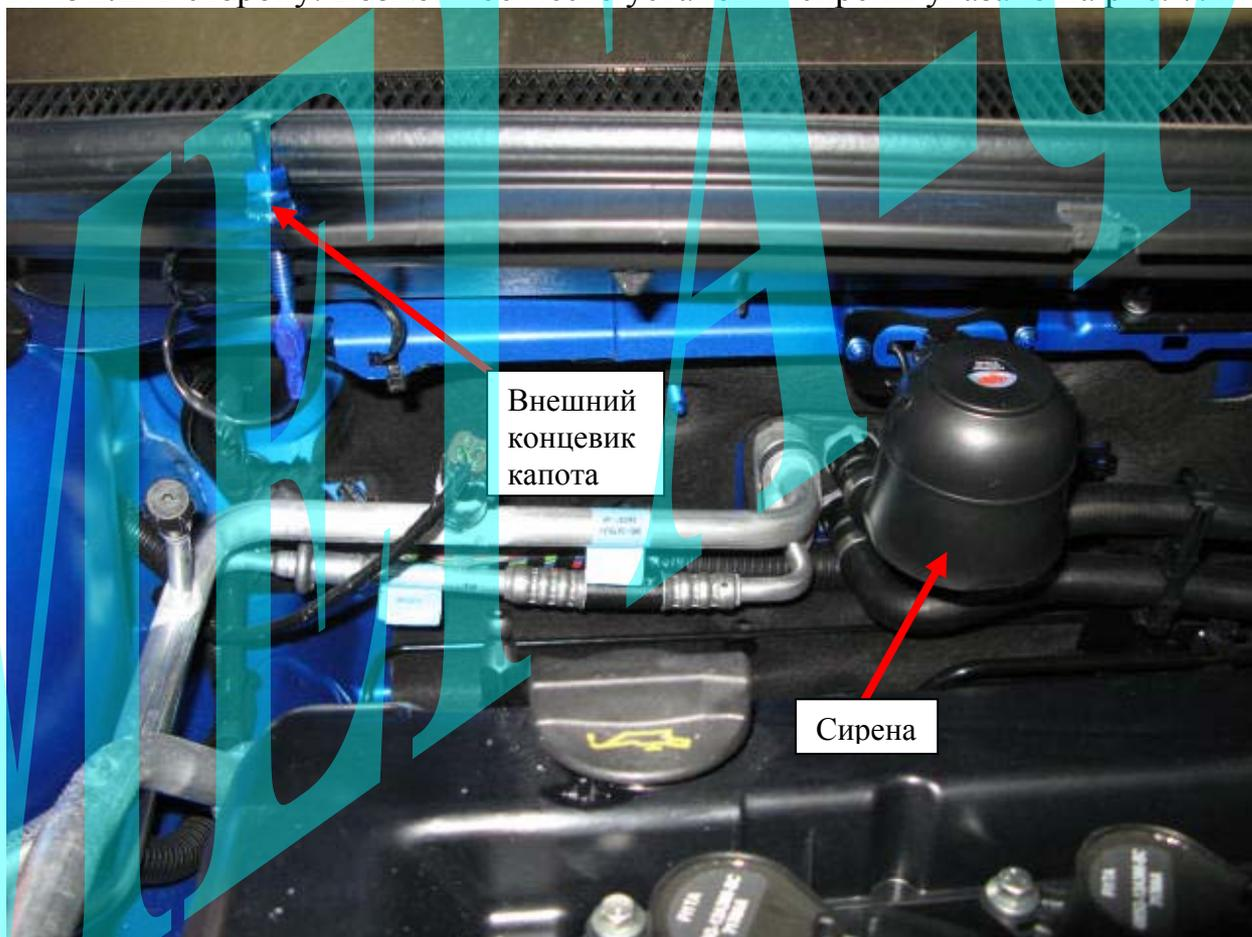

Рис. 7: Возможное место установки датчика капота и сирены.
В случае отсутствия штатного датчика капота необходимо установить внешний датчик, обеспечить контакт его корпуса с «массой» и подключить его к серому/черному проводу разъема CN4 системы Scher-Khan Magicar 5 (A). См. рис. 7.
Для подключения сирены необходимо провести в моторный отсек коричневый провод разъема CN2 системы Scher-Khan Magicar 5 (A) и соединить его с красным проводом сирены. Черный провод сирены качественно соединить с «массой» автомобиля. Сирену располагать рупором вниз или в сторону. Возможное место установки сирены указано на рис. 7.